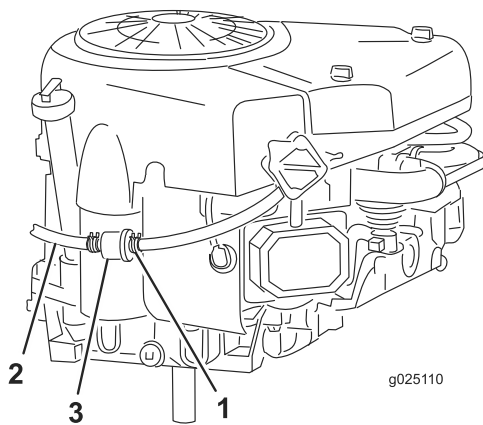

Bild 30
7. Drücken Sie die Enden der Schlauchklemme zusammen und schieben Sie sie an der Kraftstoffleitung nach oben zum Kraftstofftank (Bild 30).
- 8. Ziehen Sie die Kraftstoffleitung vom Kraftstofffilter (**Bild 30**) und lassen Sie den Kraftstoff in einen Benzinkanister oder in eine Auffangwanne ablaufen.
- 10. Schieben Sie die Schlauchklemme ganz an den Kraftstofffilter heran, um die Kraftstoffleitung und den Kraftstofffilter zu befestigen (**Bild 30**).
Tauschen Sie den Kraftstofffilter am besten aus, wenn der Tank leer ist (**Bild 30**). Bauen Sie nie einen verschmutzten Filter wieder ein, wenn Sie diesen aus der Kraftstoffleitung entfernt haben.